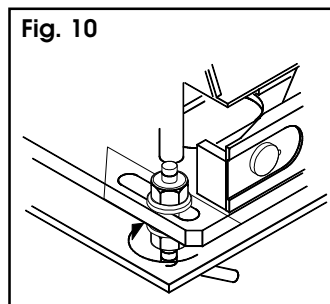

Fig. 10
- 11) Voor een goede speling tussen de pignen en de tandheugel moet u de motorvertraging 1,5 mm laten dalen door aan de steunmoeren van de funderingsplaat (fig. 10) te draaien.